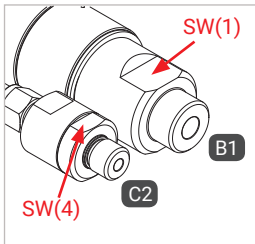
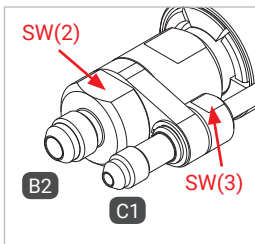

Abbildung 3
Abbildung 4
- ▶ Halten Sie beim Montieren des Füll- und Rückführschlauches, der Medienleitung und der Gasrückführung an die Anschlüsse „B1“, „B2“, „C1“ und „C2“ an den Schlüssel­flächen SW(1), SW(2), SW(3) und SW(4) (Abbildung 3 und Abbildung 4) mit einem Gabelschlüssel gegen.
- ▶ Verschrauben Sie die Betriebsmedienzuleitung „B1“ druckdicht mit der Medienleitung der Tankstelle (Abbildung 3). Anzugsdrehmoment siehe untenstehende Tabelle.
- ▶ Verschrauben Sie, falls vorhanden, die Gasrückführung „C2“ druckdicht mit der Gasrückführung der Tankstelle (Abbildung 3). Anzugsdrehmoment siehe untenstehende Tabelle.
- ▶ Verschrauben Sie die Betriebsmedienableitung „B2“ druckdicht mit dem Anschluss des Füllschlauches (Abbildung 4). Anzugsdrehmoment siehe untenstehende Tabelle.
- ▶ Verschrauben Sie, falls vorhanden, die Gasrückführung „C2“ druckdicht mit dem Anschluss des Rückführschlauches (Abbildung 4). Anzugsdrehmoment siehe untenstehende Tabelle.